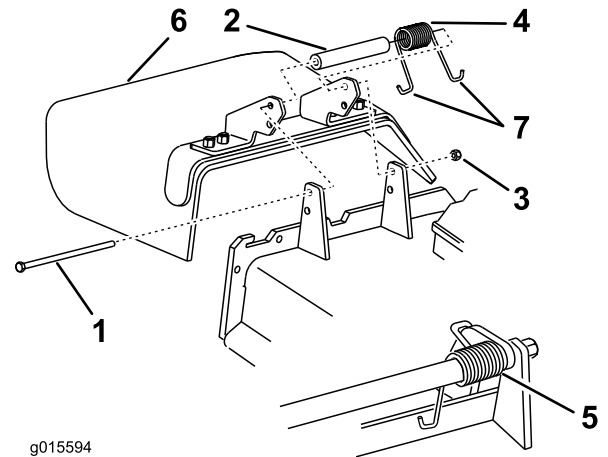

Figura 19
4. Retire la contratuerca, el perno, el muelle y el espaciador que sujetan el deflector a los soportes de pivote (Figura 19).
5. Retire el deflector de hierba (Figura 19).